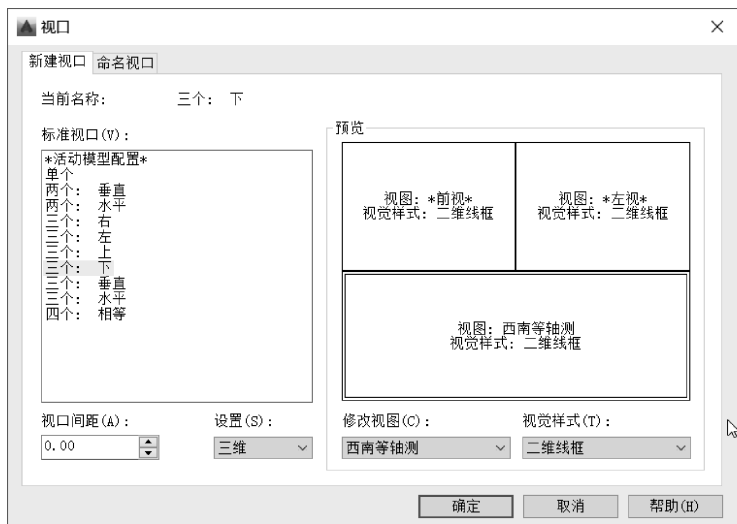

图 12-15 视口设置示例
- 2) 新建浮动视口，设置浮动视口，标准视口为“三个：下”，“视口样式”分别是“前视”“左视”和“西南等轴测”，如图 12-15 所示。按〈Enter〉键后，系统提示：“指定第一个角点或 [布满(F)] <布满>:”指定视口范围或按〈Enter〉键，视口生成。选择“视口”工具栏，将各视口的比例均设为 1:1 或一致。